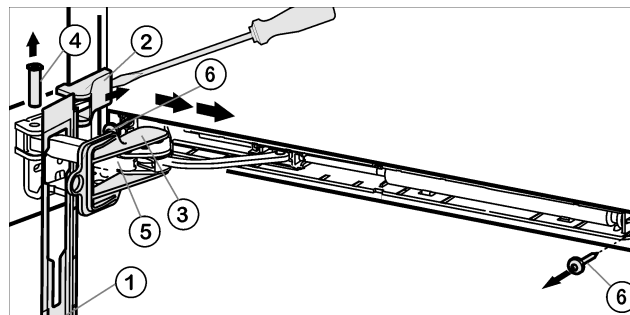

Fig. 5
- Skub blænden over selvlukbøjlen Fig. 5 (5) fremad i retning apparat.
- Sæt ensikring Fig. 5 (3) i.
- Løftafdækningen Fig. 5 (2) af med skruetrækkeren fra ydersiden og tag den af udadtil.
- Presbolten Fig. 5 (4) ud nedefra.
- Pressselvlukbøjlen Fig. 5 (5) i retning dør.
- Tagblænden Fig. 5 (1) af.
- Skru hele selvlukenheden af (2 gange Torx 15) Fig. 5 (6).